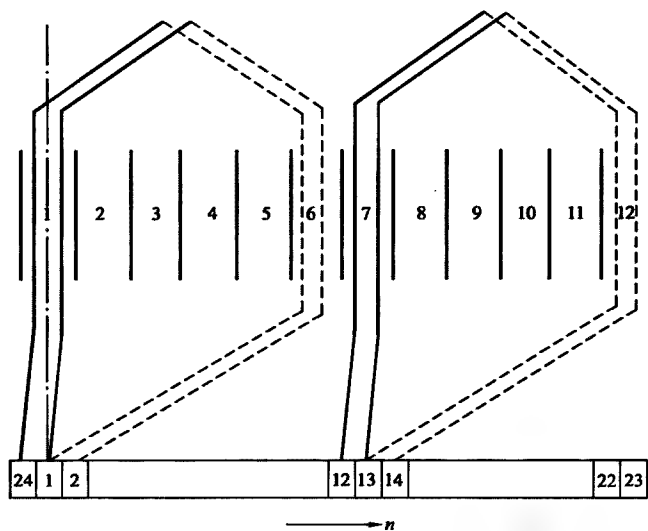

图 5-11 U55/45-220D 型转子绕组展开图
5. U55/45-220D 型转子绕组展开图 (见图 5-11)